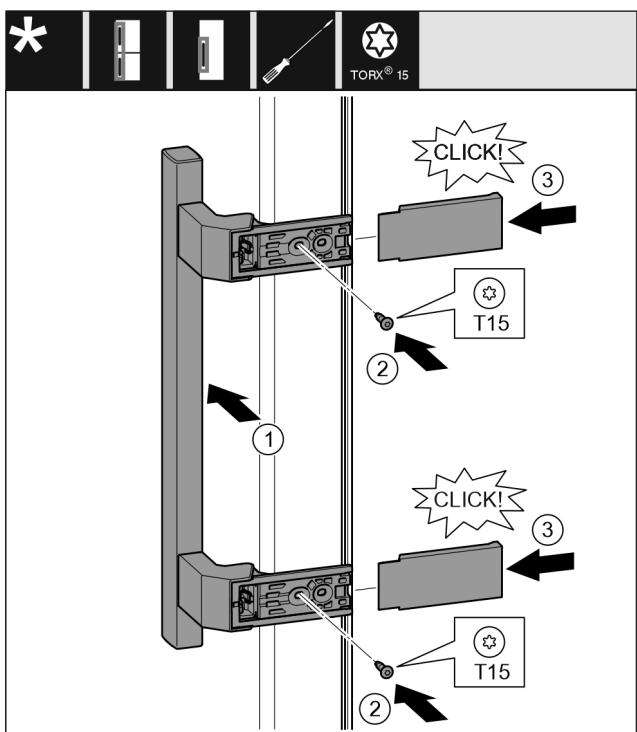

Fig. 18
- ▶ Rankenėlę uždékite priešingoje pusėje. Fig. 18 (1)
- ▶ Tvirtai prisukite varžtus atsuktuvu T15. Fig. 18 (2)
- ▶ Uždékite dengiamasias plokštelių ir jas užmaukite. Fig. 18 (3)